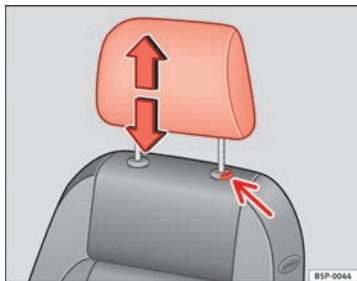

Abb. 70 Kopfstütze einstellen oder ausbauen
- Drücken Sie die Taste → Abb. 70 (Pfeil).